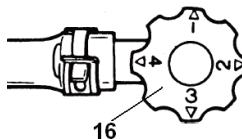

Рис. 34
Объем распыления можно изменить, изменив число в верхней части дозирующей ручки (16) распылительной форсунки (Рис. 34).